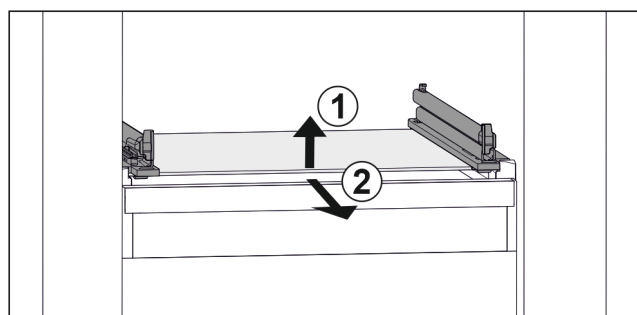

Fig. 81 Przykładowa prezentacja płyty szklanej
- ▶ Unieść płytę szklaną z przodu. Fig. 81 (1)
- ▶ Wyjąć płytę szklaną do przodu. Fig. 81 (2)